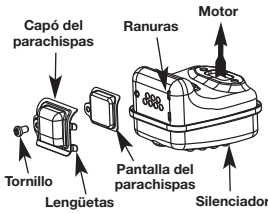

Fig. 30
2. Localice el silenciador, pero no lo quite. Busque el tornillo en la parte inferior del silenciador (Fig. 30). Quite el tornillo usando una llave torx No. 20 o un destornillador plano.